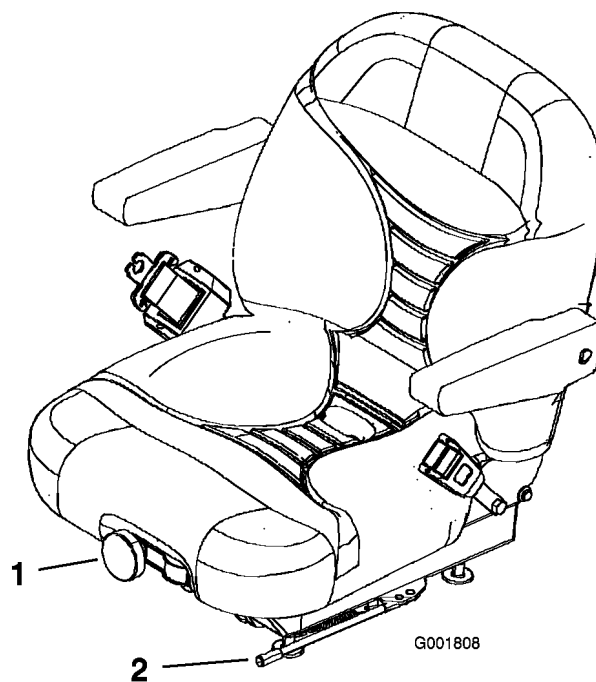

Figura 27
1. Per regolare, spostate lateralmente la leva e sbloccate il sedile (Figura 27).
Per regolarlo, girate la manopola anteriore nel senso opportuno per essere più comodi (Figura 27).